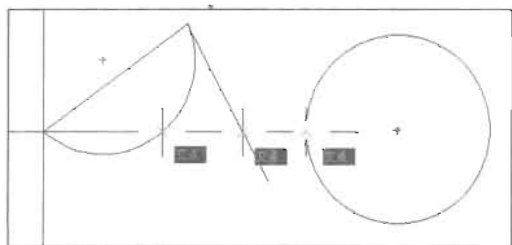

图 2-56
- 交点：捕捉两个对象（如直线、圆弧、多义线和圆等）的交点，如图 2-56 所示。